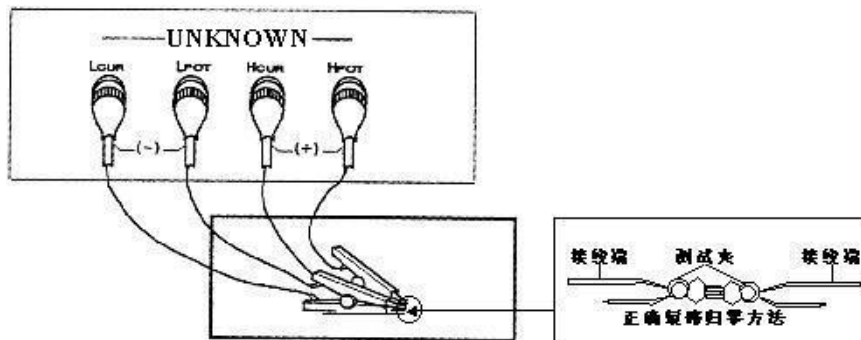

图 5-6 短路连接
(3) 短路:
- 使用短路治具或将测线做如图 5-6 连接。注意连接处为 LPOT 与 HPOT 连接，HCUR 与 LCUR 连接后，再 POT 与 CUR 连接。